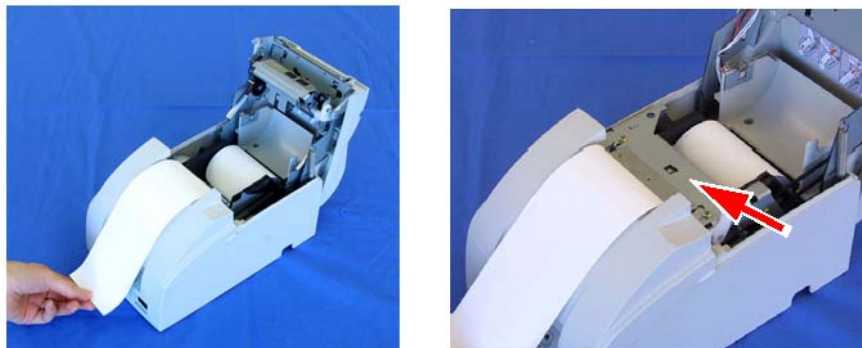

Ilustración 2-9 – Usando papel de 2 capas (sólo para Tipo A).
6. **Sólo para el Tipo A:** Cuando use un rollo de papel de 2 capas, tire del rollo de papel hasta la parte inferior del frontal de la impresora para que sirva de guía y cierre la unidad, tal como se muestra en la ilustración 2-9.